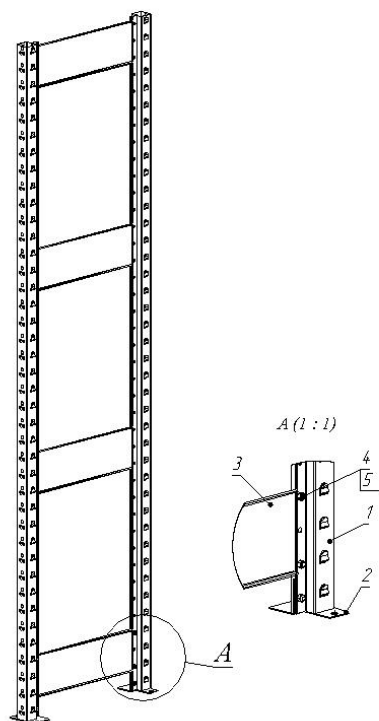
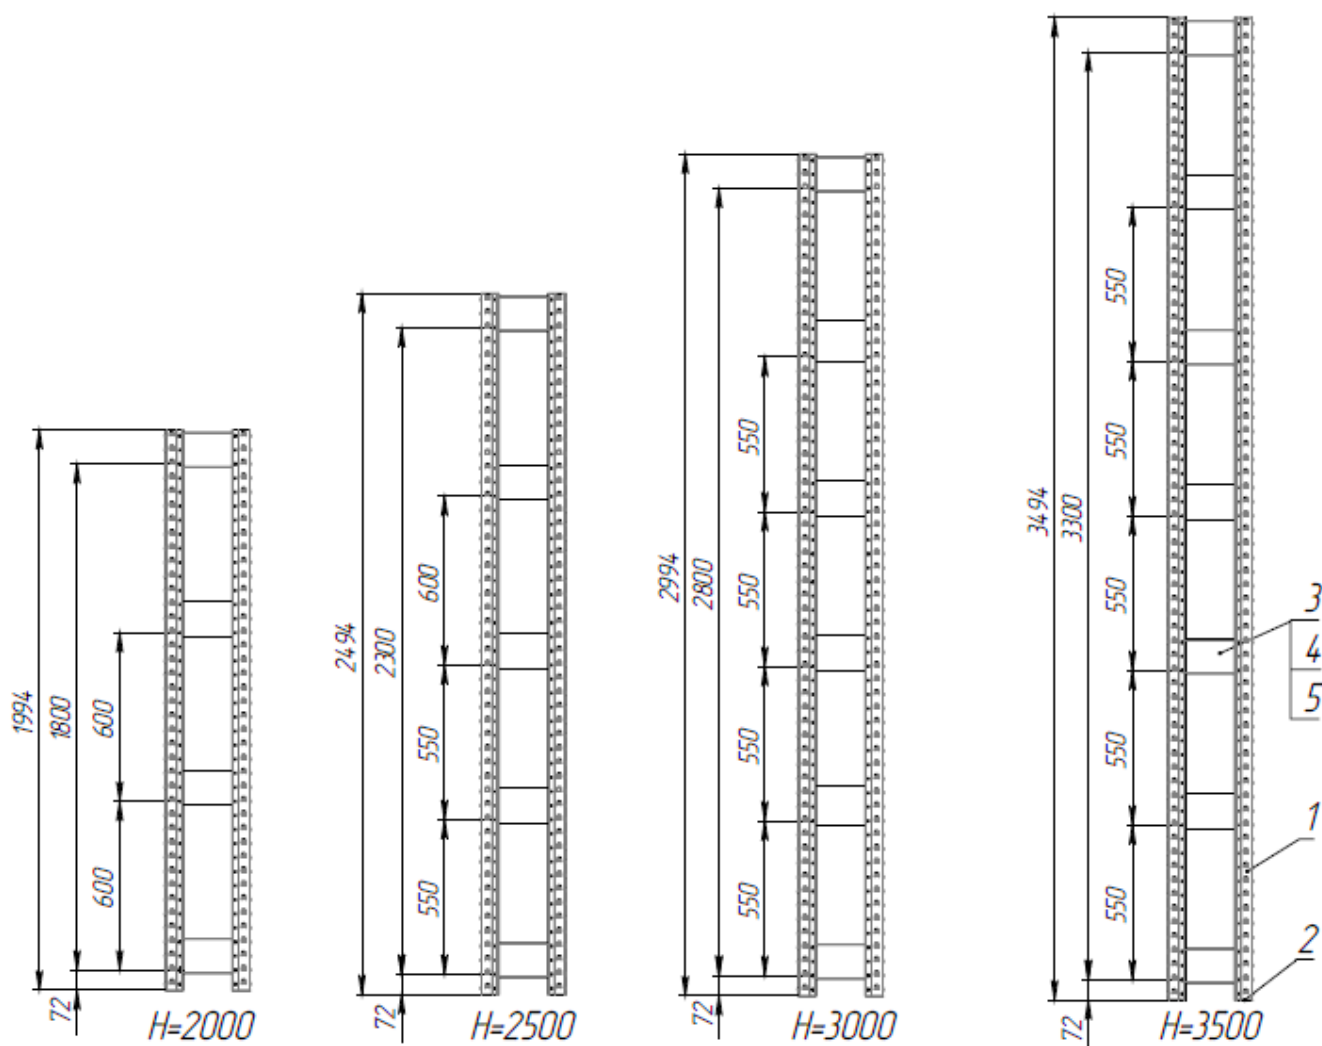

Рис. 2 – Схема сборки рамы стеллажа САМус
Рис. 3 – Схема установки стяжек поперечных для рам разной высоты
- 3.2. Сборка рамы стеллажа (рис. 2). (Комплектация рамы производится согласно таблицы 1)
- 3.2.2. В зависимости от высоты стоек установите необходимое количество и на необходимой высоте стяжки поперечные (поз. 3) с помощью болтов М6х12 (поз. 4) и гайк М6 (поз. 5). Схема установки стяжек изображена на рис. 3. Расстояния для установки стяжек указаны от нижнего торца стойки до нижнего отверстия стяжки и далее между двумя отверстиями стяжки;
- 3.2.3. В соответствии с рис.2; рис.3 установите необходимое количество стяжек. Во время сборки необходимо контролировать прямые углы между стойками и стяжками поперечными.